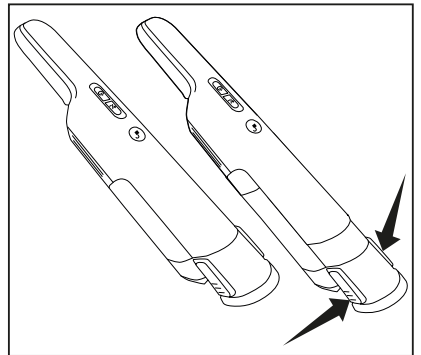

Fig. 3
1. La capacité du réservoir à poussière peut être augmentée en appuyant sur les boutons situés sur les côtés du bac à poussière et en l'étendant vers l'extérieur (Fig. 3).